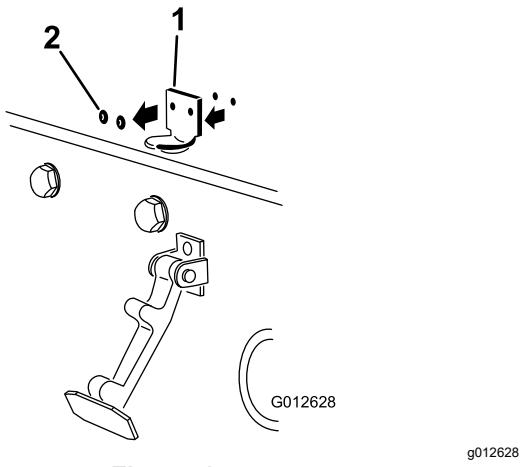

Figura 15
- Retire los 2 remaches que sujetan el cerradero del capó al capó (Figura 15) y retire el cerradero del capó.